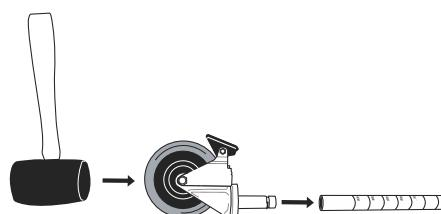

Figure 2
1. Positionnez le montant comme illustré. (Voir Figure 2)